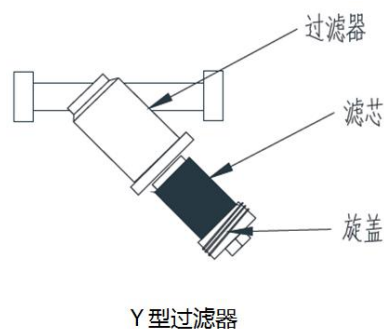

图 8-3 本公司常用的过滤
- 定期清理设备水路中的过滤器,一般7~10天清洗一次过滤器,本公司常用的过滤器,如图8-3所示,Y型过滤器安置在水泵吸水或者设备出水口;